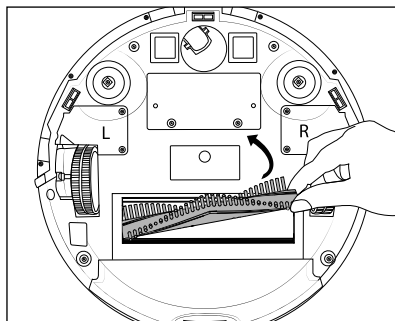

Fig. 15
- ◆ Saisissez le rouleau brosse 18 par le côté droit et sortez-le de l'appareil (voir fig. 15). Retirez les cheveux et la saleté avec la brosse à nettoyage 10.